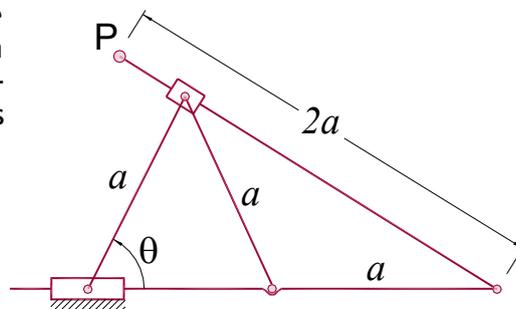

Figura. 7
7. Para a cadeia cinemática mostrada, na **figura 7**, determine o deslocamento, velocidade e aceleração do ponto **P**, em relação a um referencial fixo, atentando para que os resultados fiquem unicamente em função do comprimento das barras, e da coordenada principal  $\theta$ .